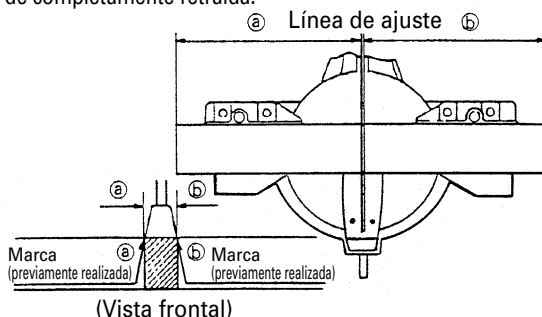

Fig. 22
- (1) Como se muestra en la Fig. 22, la anchura de la hoja de sierra es la de corte. Por lo tanto, deslice la pieza de trabajo hacia la derecha (vista desde la posición del operador) cuando desee la longitud ⑥, o hacia la izquierda cuando desee la longitud ⑤. (Sólo modelo C10FCH2)